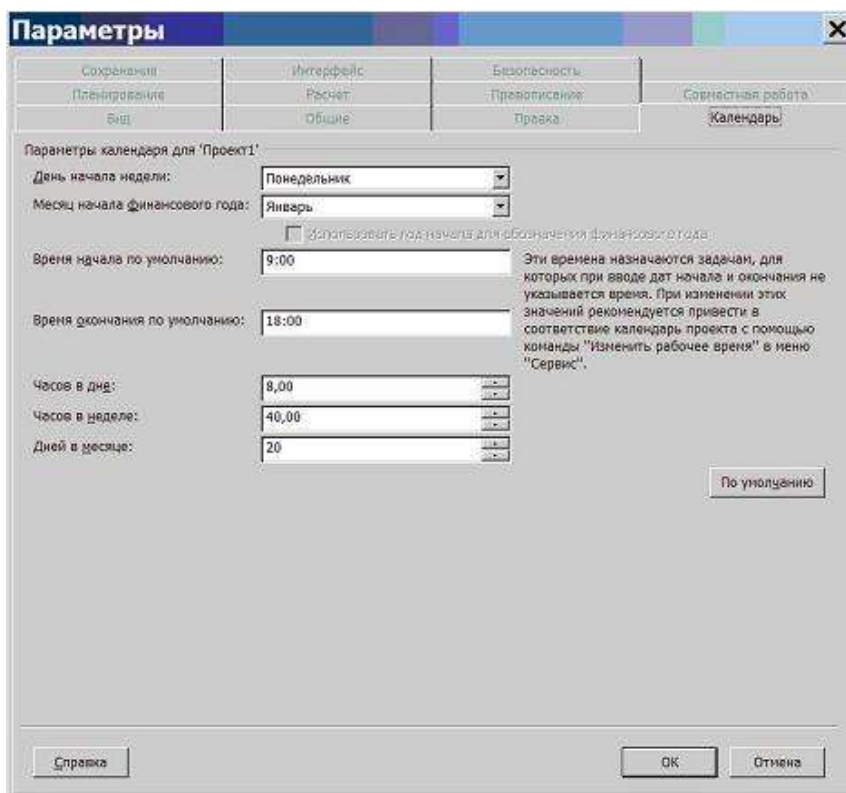

Рис. 3.6. Окно параметров календаря
3. Кнопка *Параметры*. Открывает окно параметров календаря, которые используются системой в процессе планирования. Это окно изображено на рис. 3.6. Его также можно открыть из меню: *Сервис/Параметры* вкладка *Календарь*. Установки этого окна не изменяются автоматически при изменении параметров рабочей недели *По умолчанию* и должны изменяться пользователем самостоятельно. Так, при использовании графика работы согласно рис. 3.5 следует соответственно изменить *Время начала по умолчанию* на 8:00, а *Время окончания по умолчанию* на 17:00. Назначение полей этого окна кратко описанов табл.3.1.